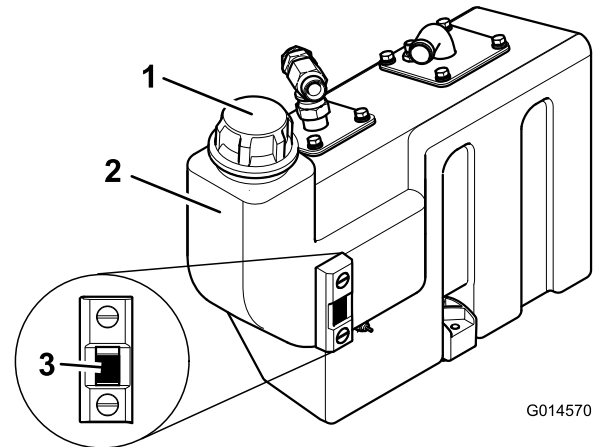

Figura 73
3. Qualora fosse necessario dell'altro fluido idraulico, pulite attorno al collo del bocchettone e del tappo del serbatoio idraulico (Figura 73) e rimuovete il tappo.